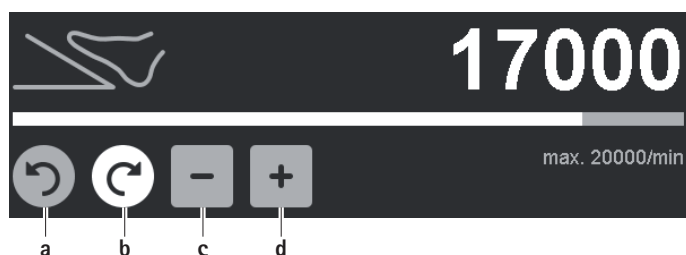

Fig. 6 Ändra den övre varvtalsgränsen/rotationsriktningen
- Ändra rotationsriktningen (utom för bormaskin GA844): Tryck på den inaktiva, grå riktningssknappen för högerrotation/vänsterrotation **a/b**, se Fig. 6.